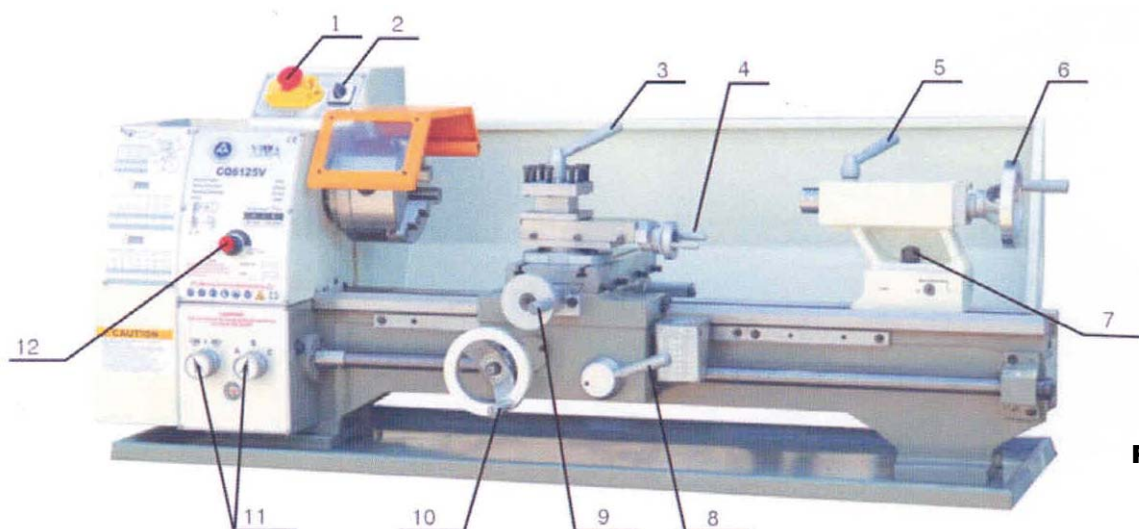

Figur 1
Huvudkomponenter (Figur 1)
- Den självcenterande 3-backschucken (Figur 1, del 4) är monterad på spindelflänsen. Chucken demonteras genom att avlägsna de tre fästmuttrarna på flänsens baksida varvid chucken kan dras av tillsammans med de tre fästdubbarna.
- Obs! Chucken täcks av ett skydd (Figur 1, del 3). När skyddet öppnas bryts kraftförsörjningen till svarven varför skyddet ska vara stängt när maskinen används.
- Supporten bär upp tvärmätningssliden (1) på vilken verktygssliden (Figur 1, del 6) är monterad varför komplicerade och precisa rörelser kan utföras. Den kan drivas av längdmatningsskruven via lyran för att erhålla automatisk matning när spaken (Figur 2, del 8) står i högra läget.